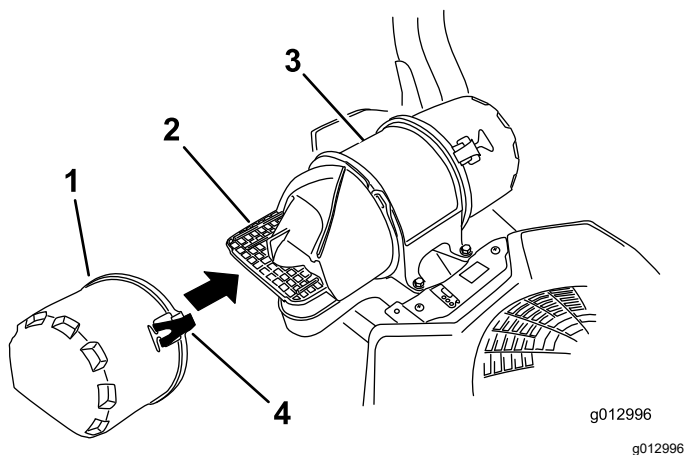

Figure 55
3. Ouvrez les dispositifs de verrouillage du filtre à air et séparez le couvercle d'entrée d'air du boîtier du filtre (Figure 55).
5. Reposez le couvercle d'entrée d'air et fixez-le avec les verrous (Figure 55).